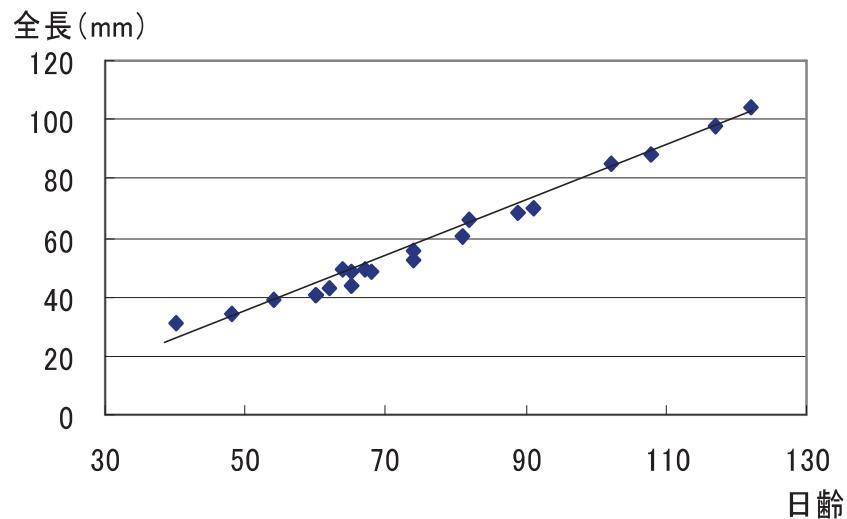

図2 クロソイの中間育成における成長
⑫ もし、自動給餌機を利用する場合は、ある程度試験運転を行い、給餌量、散布範囲と魚の反応等を観察してから行って下さい。試験運転は実際に給餌機を使用する時間帯に行い、水温の変化や天候の違いによる摂餌状況の変化も把握して下さい。これらの環境が変化すると、魚の摂餌状況も変化します。
⑬ 自動給餌機のメリットは、摂餌が活発な日の出から無人で給餌できること、適当な間隔で給餌することにより、大型魚の飢餓やストレスを減らし共食いを減少させられること、人間の都合に関係なく決まった時間に給餌が出来ることなどです。
⑭ 配合飼料は給餌機に毎日セットし、数日分を入れておくことは避けて下さい。また、内部に強力乾燥剤など（配合飼料の袋の中に入っているものでも可）を貼り付けておくと餌の劣化が防げます。
⑮ 水温の急上昇、下降時などの環境変化によっても摂餌量が変化します。また、時化が起りそうなときは給餌を控えて下さい。
⑯ 中間育成時のクロソイは1日に1mm程度、早ければ1週間で1cm程度成長します。成長に従って給餌量を変化させて下さい（図2参照）。